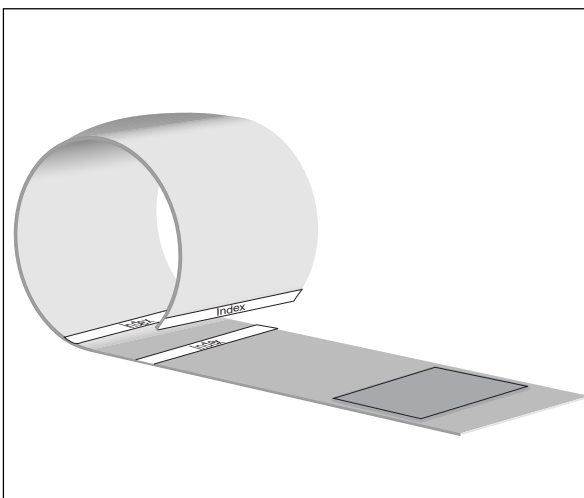

Fig. 4-2 Aplicação do manguito
- quando o manguito está fechado, a linha branca tracejada **Index** no final do manguito se encontra entre as duas linhas tracejadas (caso contrário, utilize um manguito de tamanho diferente, Fig. 4-2)